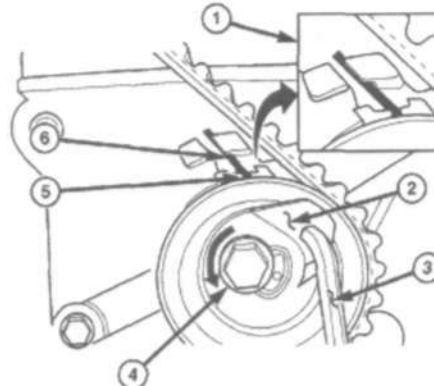

Рис. 108.
(5) Вставить шестигранный ключ на 6 мм в шестигранное отверстие на верхней пластине шкива натяжителя ремня. Повернуть верхнюю пластину ПРОТИВ ЧАСОВОЙ СТРЕЛКИ. При этом шкив натяжителя будет перемещаться по ремню, а установочная метка натяжителя начнет смещаться по часовой стрелке. Следя за движением установочной метки, продолжайте вращение верхней пластины против часовой стрелки до тех пор, пока установочная метка не совпадет с лапкой пружины (Рис.108). Застопорить верхнюю пластину шестигранным ключом, во избежание проворачивания, и затянуть контргайку натяжителя моментом 30 Н·м. После затяжки контргайки установочная метка и лапка пружины должны оставаться совмещенными.